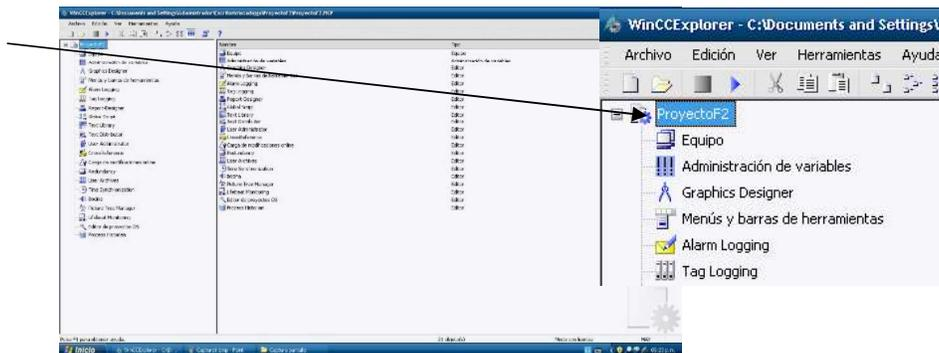

Imagen 4.49.
Paso 2. Una vez que se creó el proyecto ProyectoF2, se configura las propiedades y característica con las cuales el SCADA va a iniciar cada vez que se corra el proyecto. Para esto, en el árbol jerárquico se hace clic derecho con el ratón en Equipo, y se selecciona Propiedades abriéndose la siguiente ventana. (Ver imagen 4.49 - 4.50.)